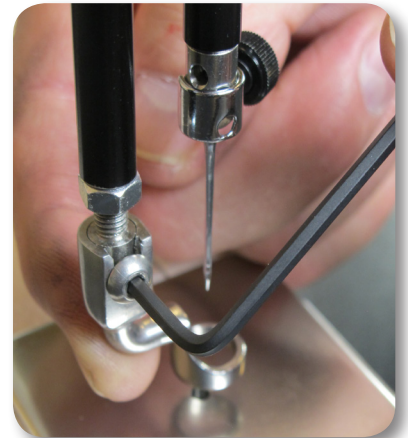

Abb. 9
3. Stellen Sie sicher, dass nach dem Festdrehen mit dem 2,5 mm-Inbusschlüssel der Nähfuß zentriert um die Nadel ausgerichtet ist. Sind Nadel und Nähfuß nicht zentriert aneinander ausgerichtet, lösen Sie die Arretiermutter, halten Sie den Nähfuß in Position und drehen Sie dann die Arretiermutter wieder fest (Abb. 9).